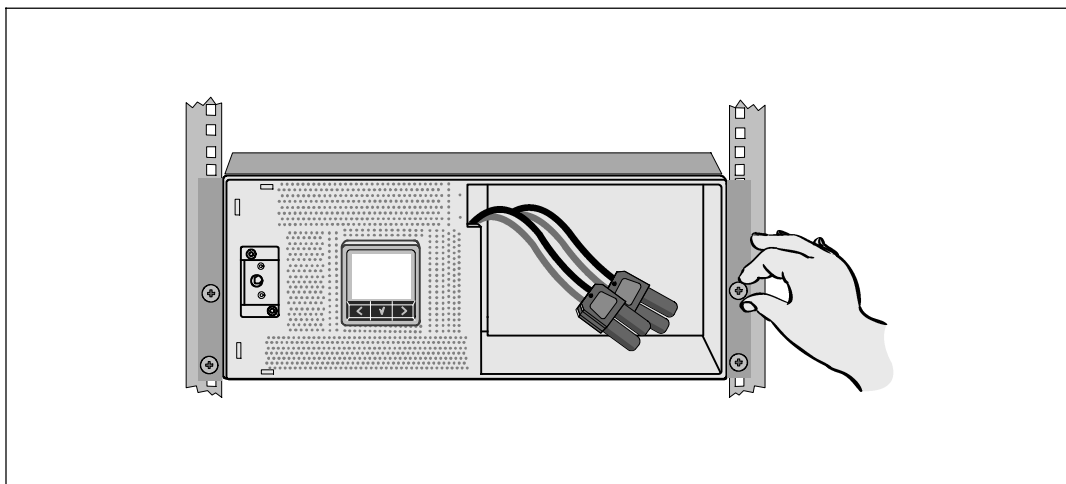

图 14. 固定机箱
- 7 用固定架上的四个翼形螺钉将机箱前端固定到机架上(参见图 14)。用手拧紧；不要使用电动工具。对其余机箱重复以上步骤。